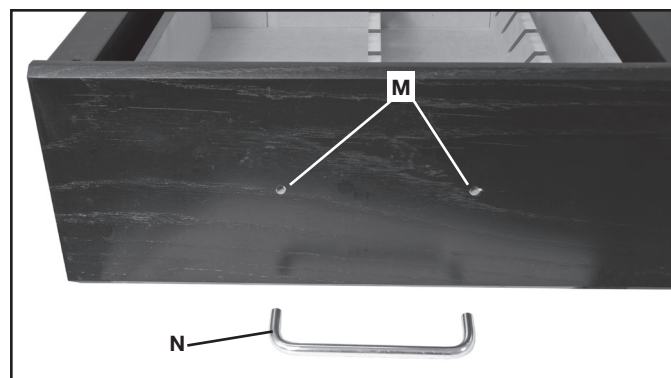
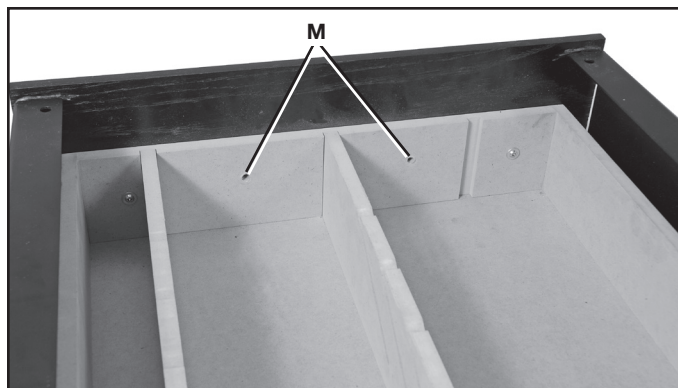

FIG. 7A
FIG. 7B
Mantenga el mango de la gaveta (N), Fig. 7A, en los orificios (M) Fig. 7B y anexe el mango al frente de la gaveta con dos Tornillos de cabeza redonda n.º 8-32 x 38 mm (1-1/2 pulg.) (no demostrado).